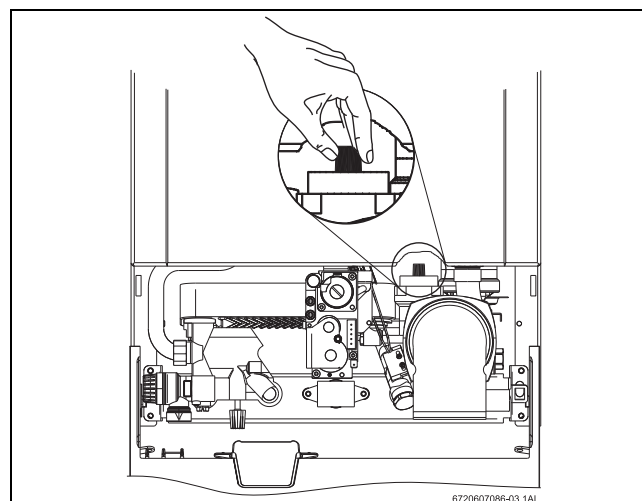

Fig. 14 Purgador automático
- Para evacuar el aire del aparato empleando el purgador automático que incorpora, abrir el tapón del mismo (Fig. 14).